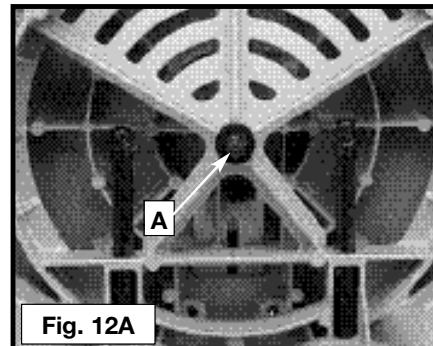

Fig. 12A
Para realizar el ajuste entre la mesa móvil y la base, gire la tuerca (A) Fig. 12A en el sentido de las agujas del reloj para aumentar el ajuste de deslizamiento (contrario a la disminución del ajuste). Este ajuste no debe ser extremo, lo que impediría el movimiento giratorio de la mesa, ni demasiado flojo, lo que afectaría la precisión de la sierra.